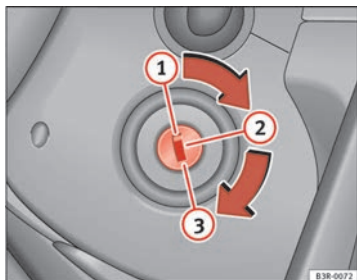

Abb. 137 Stellungen des Zündschlüssels
- Drehen Sie den Zündschlüssel in Position  ⇒ Seite 173, Abb. 137.